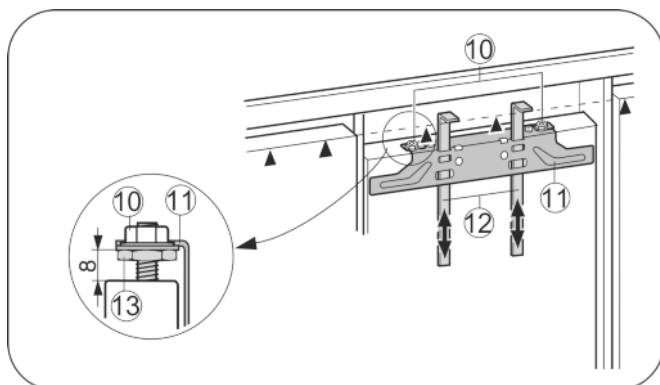

Fig. 17
- Монтажные приспособления Fig. 17 (12) сдвиньте вверх на высоту мебельной дверцы. Нижняя упорная кромка ▲ монтажного приспособления = верхней кромке подлежащей установке мебельной дверцы.
- Открутите крепежную поперечину Fig. 17 (11) с помощью контргайки Fig. 17 (10).